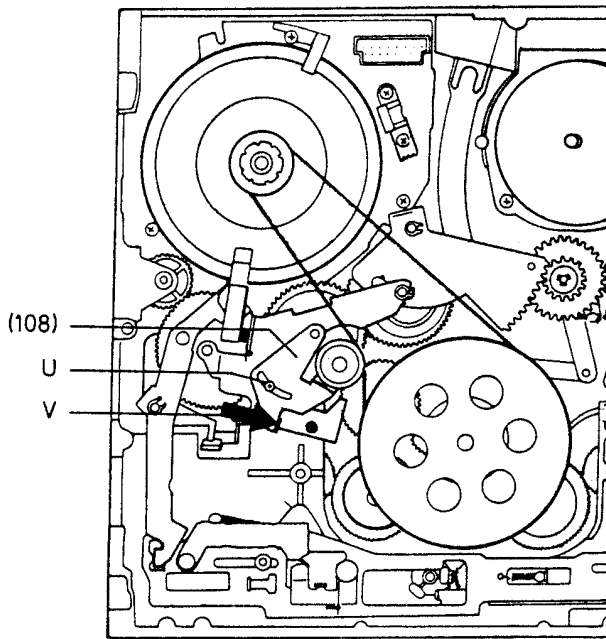

Fig. 17
- Schraube "U" lösen (Fig. 17).
- Kontaktor am Punkt "V" ansetzen und Spannrollenhebel (108) in Pfeilrichtung "V" drücken.
- Loosen the screw "U" (Fig. 17)
- Fit the Tension Gauge to point "V" and press the tension roller lever (108) in the direction of the arrow "V".
- Allentare la vite "U" (fig. 17).
- Accostare il dinamometro al punto "V" e premere la leva di pressione (108) verso "V".